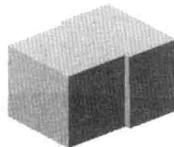
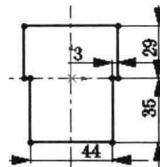

图 2.2 拉伸 1
图 2.3 横断面草图
Step2. 添加图 2.2 所示的零件基础特征——拉伸 1。
(1) 选择命令。选择下拉菜单 **插入(I)** → **凸台/基体(E)** → **拉伸(S)** 命令(或单击“特征(F)”工具栏中的 按钮)。
(2) 定义特征的横断面草图。
① 定义草图基准面。选取上视基准面作为草图基准面。
② 定义横断面草图。在草绘环境中绘制图 2.3 所示的横断面草图。
③ 选择下拉菜单 **插入(I)** → **退出草图** 命令，退出草绘环境，此时系统弹出“拉伸”窗口。
(3) 定义拉伸深度属性。
① 定义深度方向。采用系统默认的深度方向。
② 定义深度类型和深度值。在“拉伸”窗口 **方向1** 区域的下拉列表框中选择 **给定深度** 选